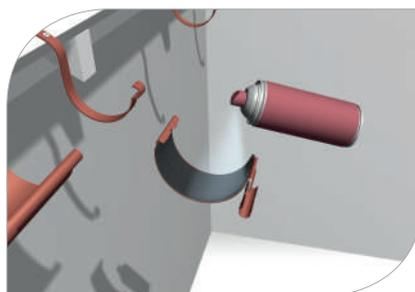

рис. 5
- 1.9 Перед монтажом элементов Galeco STAL прокладки элементов системы необходимо обработать силиконом для лучшего контакта прокладок с профилем желоба (**рис. 5**)